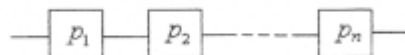

Рисунок 3.1 – Схема із послідовним з'єднанням елементів
*Системою із послідовним з'єднанням елементів* (рис. 3.1) називається система, у якій відмова будь-якого елемента викликає відмову всієї системи. Наприклад, електричну машину зазвичай розглядають як пристрій із послідовно з'єднаних елементів, оскільки відмовлення в роботі будь-якого з них завжди пов'язане із зупинкою машини.